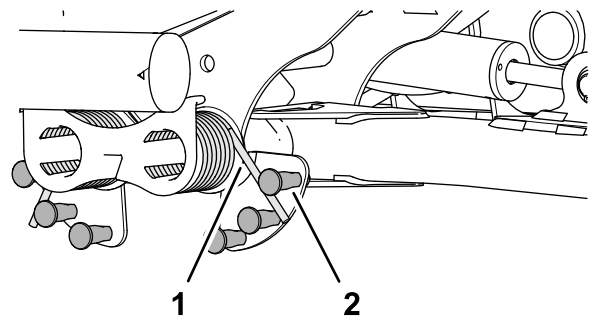

図 84
2. カウンタバランススプリングの長い方の端部にパイプなどを被せ、テコの原理を利用してスプリングをショルダ付きスタッドの希望位置上にセットする 図 84。